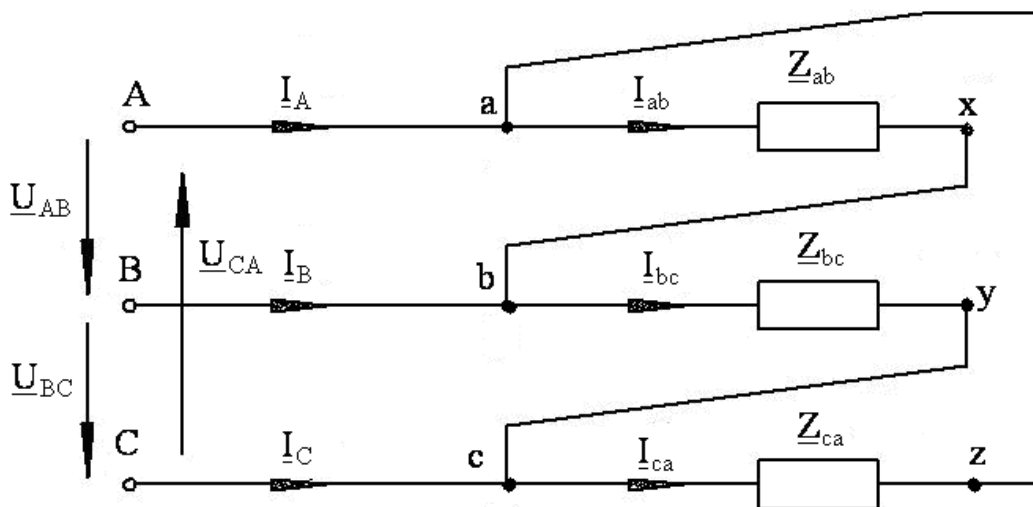
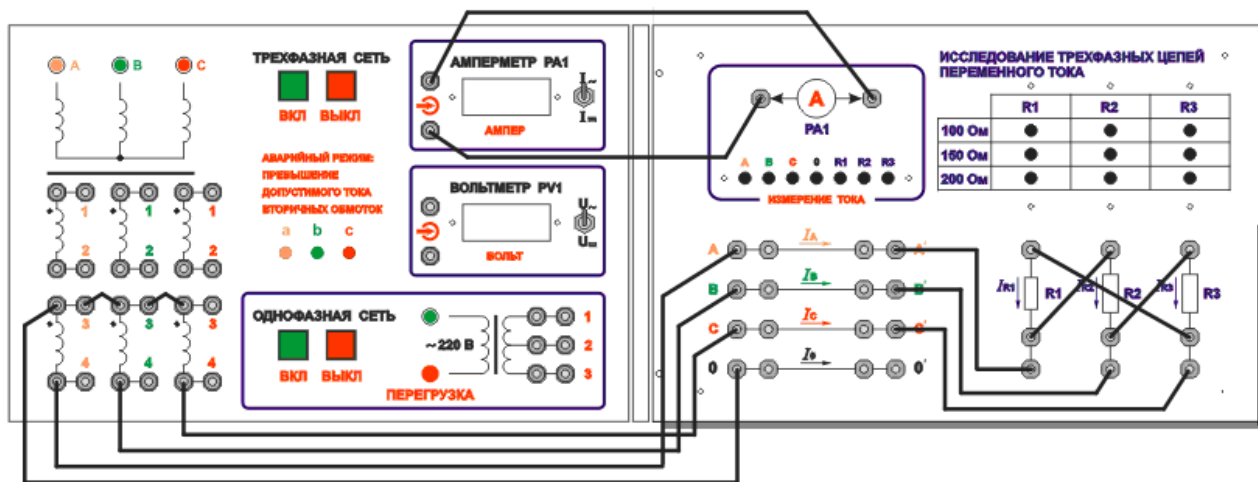

Рис. 4
Рис. 11
Соединение, при котором конец первой фазы X соединяется с началом второй фазы B , конец второй Y – с началом третьей C , а конец третьей – Z с началом первой A называется соединением трехфазного потребителя электрической энергии «треугольником». При этом начала всех фаз потребителя присоединяют к трехфазному источнику с помощью линейных проводов (рис. 4).
5. Собрать электрическую цепь «треугольником» (рис. 4) по монтажной схеме (рис. 11). Изменяя сопротивление переменных резисторов в фазах, измерить амперметром $PA1$ значения линейных I_L и фазных I_ϕ токов, а вольтметром PVI значения линейных U_L напряжений для различных режимов работы цепи: